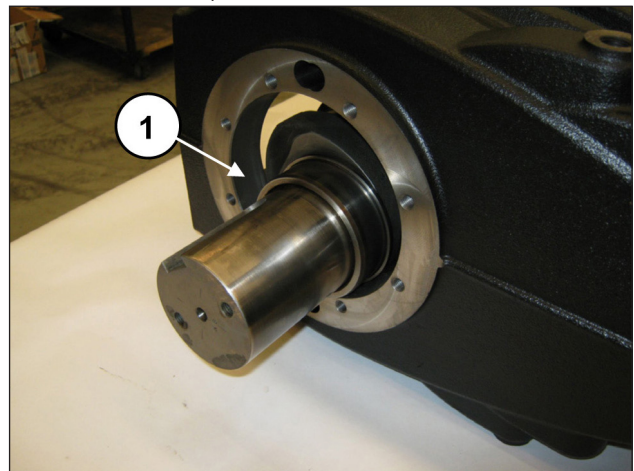
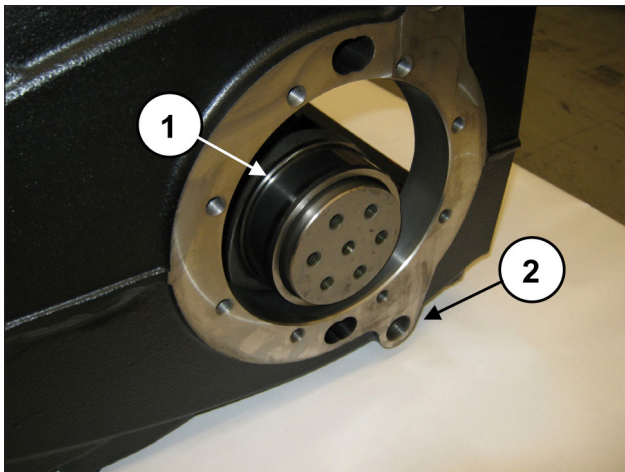

Abb. 49
Abb. 50
**Bauen Sie die Kurbelwelle unbedingt mit der Zapfwellenseite entgegengesetzt zu den Bohrungen G1/2" für die Ölablassverschlüsse des Pumpengehäuses ein (Pos. ②, Abb. 50).**
Führen Sie die Welle vollständig in das Gehäuse ein (Pos. ①, Abb. 49 und Abb. 50).